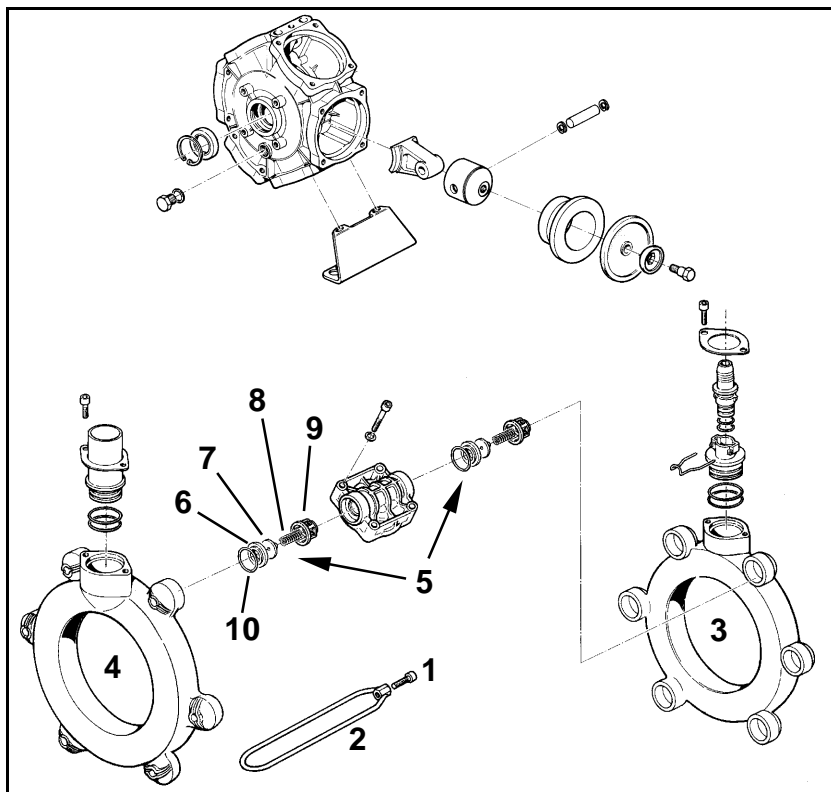

Fig. 230
- Achten Sie auf die jeweilige Einbaulage der saug- und druckseitigen Ventile, bevor Sie die Ventilgruppen (Fig. 230/5) herausnehmen.
- Achten Sie beim Zusammenbau darauf, dass die Ventilfehrung (Fig. 230/9) nicht beschädigt wird. Beschädigungen können zum Blockieren der Ventile führen.
- Die Schrauben (Fig. 230/1) unbedingt kreuzweise mit dem angegebenen Drehmoment anziehen. Unsachgemäßes Anziehen der Schrauben führt zu Verspannungen und somit zur Undichtigkeit.
2. Schrauben (Fig. 230/1) lösen und Spannbügel (Fig. 230/2) entfernen.
3. Saug- und Druckkanal (Fig. 230/3 und Fig. 230/4) abnehmen.
4. Ventilgruppen (Fig. 230/5) herausnehmen.
5. Überprüfen Sie Ventilsitz (Fig. 230/6), Ventil (Fig. 230/7), Ventilfehr (Fig. 230/8) und Ventilfehrung (Fig. 230/9) auf Beschädigungen bzw. Abnutzung.
6. Den O-Ring (Fig. 230/10) entfernen.
8. Ventilgruppen (Fig. 230/5) nach Prüfung und Reinigung montieren.
9. Neue O-Ringe (Fig. 230/10) einsetzen.
10. Saug- (Fig. 230/3) und Druckkanal (Fig. 230/4) an das Pumpengehäuse anflanschen und Spannbügel (Fig. 230/2) montieren.
11. Ziehen Sie die Schrauben (Fig. 230/1) kreuzweise mit einem Drehmoment von **11 Nm** an.